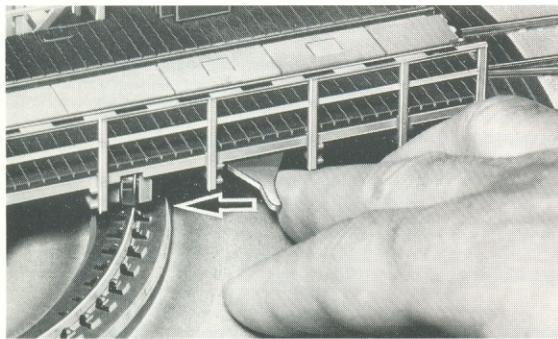
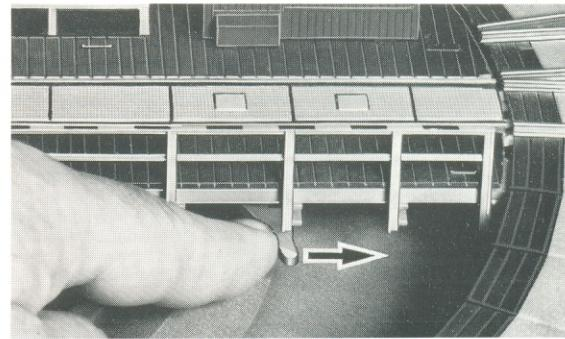

Fig. 9
Fig. 10
**Betätigen der Drehbühne von Hand siehe Fig. 9 und Fig. 10.**
**Rotating the turntable by hand, see fig. 9 and 10.**
**Rotating the turntable by hand:** Opposite the motor housing, under the turning table, is a small black lever. By pressing the lever towards the centre, the drive gear wheel is withdrawn from the teeth in the outer drive ring releasing the table so that it can be moved manually in the desired direction. When the lever is released the gear wheel is again enmeshed with the outer-ring. Ensure, however, that the rotating tracks are lined up with the exit tracks (Fig. 9). Should the turntable not operate, when pressing the switch 6909, simply press the lever slightly to ensure the gear wheel is firmly seated in the drive ring, which will then start it moving. It will then stop at the next track again (Fig. 10).
**Manœuvre de la plaque tournante à la main:** En face de la cabine, sous le tablier du pont tournant, se trouve un levier. Lorsqu'on pousse sur ce levier vers le centre du pont, on dégage l'engrenage d'entrainement et on peut alors faire pivoter le pont tournant dans le sens désiré. Dès qu'on lâche le levier, les engrenages se bloquent à nouveau. Il faut veiller à ce que les voies du pont correspondent à ce moment avec un rail de sortie (fig. 9). Si, en manœuvrant le poste de commande 6909, le pont ne bougeait pas, il faut alors appuyer légèrement sur le levier en direction du bord de la plaque tournante afin de réengager les engrenages (fig. 10).
**Motoraansluiting van de brug:** De 3-delige snoeren in de kleuren rood, geel, grijs moeten met de overeenkomstige snoeren van de schakelaars verbonden worden, b.v. boven de klemplaat 6941. De zwart-witte soutache van de schakelaar moet met dezelfde kleur van **wisselstroombaan** ~ van de trafo's verbonden worden. (Trafo-typen 6705, 6735, 6755). **Bediening van de draaischijf met de hand zie fig. 9 en 10.**
**Handbediening van de draaischijf:** Tegenover het machinehuis is onder de draaischijf bij de aandrijving een hefboom aangebracht. Door drukken op de hefboom en deze gelijktijdig in de richting van de draaischijf te houden, komt het aandrijfwielen uit de vertanding van de draaikuil, zodat de draaischijf in elke gewenste richting versteld kan worden. Na het loslaten van de hefboom komt het aandrijfwielen weer in de vertanding van de draaikuil. Er moet op gelet worden dat de ralaansluiting van de draaischijf gelijk komt met een sluitend rail (fig. 9). Zou ondanks bediening van de schakelaar 6909 de aandrijving klemmen of niet lopen, dan kan door even de hefboom in de richting van de draaikuilrand te drukken de draaischijf in bedrijf gezet worden. Deze gaat dan na de volgende ralaansluiting weer stil staan (fig. 10).
**Manövrering för hand av vändskivan se bild 9 och 10.**
**Manövrering av vändskivan för hand:** Mitt emot maskinhuset sitter en handspak under till på vridbryggan vid motorn. Genom att trycka samtidigt hålla spaken i riktning mot vridbryggans mitt släpper drivhjulet kuggarna i fördjupningen och vridbryggan kan ställas in i önskad riktning. När spaken släppes, griper kugghjulet åter i kuggarna. Beakta att anslutningsspåren stämmer med vändskivans spår (fig. 9). Skulle vändskivan vid manövrering med ställpult 6909 vara trög eller ej fungera, så startar den genom ett kort tryck på spaken mot fördjupningens kant. Den stannar vid nästa anslutningsspår (fig. 10).
Per la manovra a mano della piattaforma vedi la fig. 9 e 10.
**Manovra a mano della piattaforma:** Dirimpetto la cabina è montata una levetta a mano. Premendo e nello stesso tempo trattenendo la levetta nella direzione media della piattaforma, la sua parte mobile potrà rotare nella direzione desiderata. Abbandonando la levetta, la parte mobile tornerà a bloccarsi. Si farà attenzione a che il binario di raccordo corrisponda esattamente con quello prescelto sulla piattaforma (fig. 9).
Nel caso che manovrando l'interruttore 6909 non si avesse il funzionamento della piattaforma, occorrerà premere per breve tempo la levetta a mano, appunto per far rotare il ponte (fig. 10).